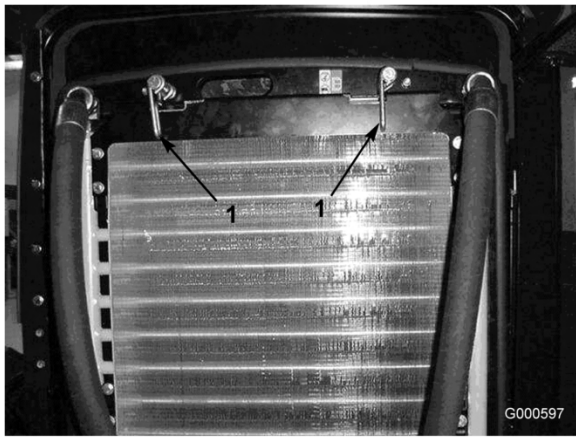

Figura 52
- Rode os trincos (Figura 52) que fixam o dispositivo de arrefecimento de óleo ao chassis.